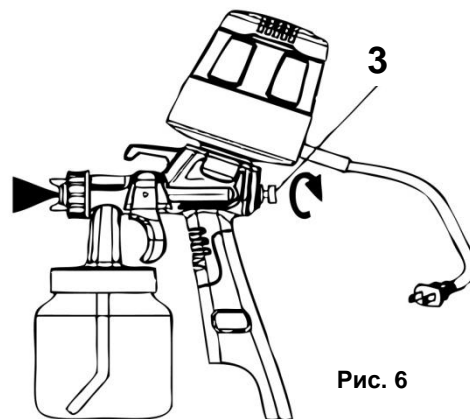

Рис. 6
- Поверните регулятор (3) (См. Рис.6) до тех пор, пока не будет оптимальной формы пятна распыления.